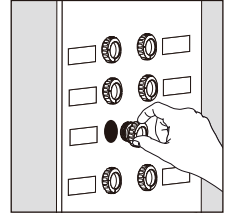

FIG. 3
- FIG. 3. Place either the main (Master) switch to the "OFF" position, cutting off power to the entire home OR unscrew the fuse that provides power to where the fixture will be installed.
- FIG. 3. Coloque el interruptor principal (Maestro) en la posición "OFF" (apagado), cortando el suministro de energía de todo su hogar, o bien, desenrosque el fusible que provee energía al lugar donde estará instalado el artefacto eléctrico.